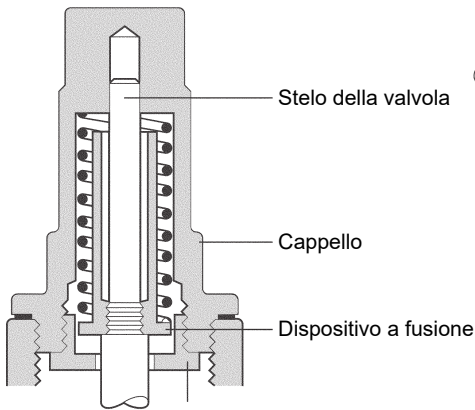

Fig. 7
## 4.4 Valvola SBRA con dispositivo a fusione (vedere le Fig. 7 e 8)
- Intercettare la valvola e svitare il coperchio (vedere Fig. 7).